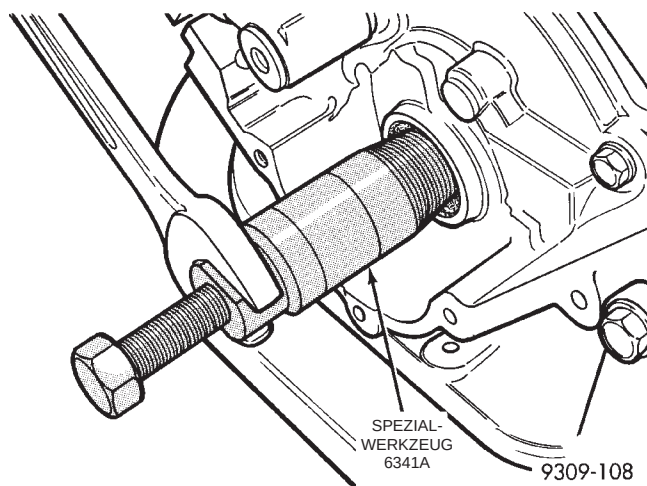

Abb. 79 Kurbelwellendichtrings mit Spezialwerkzeug 6341A—Ausbau
- (4) Mit Spezialwerkzeug 6341A Kurbelwellendichtring abziehen (Abb. 79).